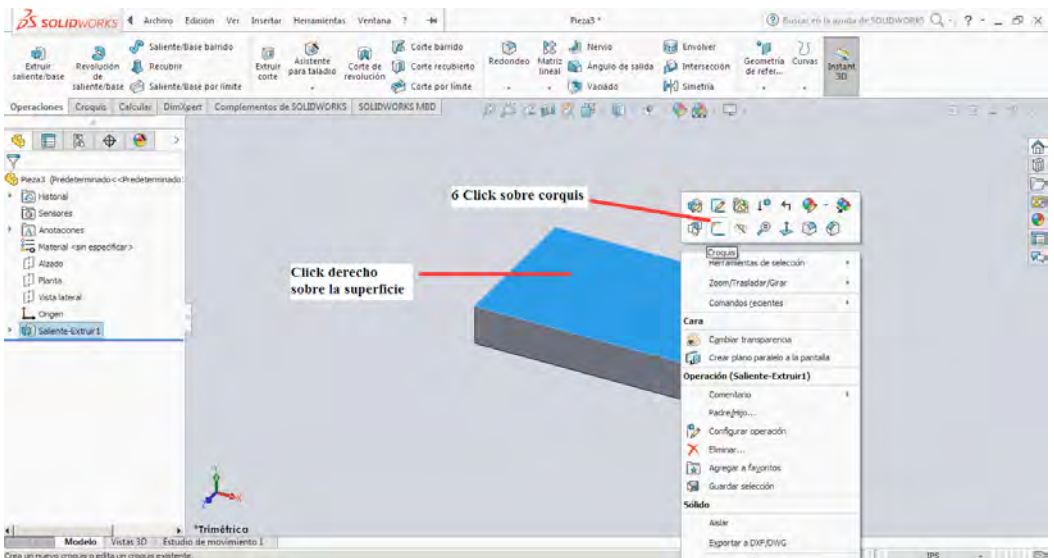

Figura 2-11
6. Con la pieza en 3D obtenida en el paso anterior se selecciona la cara superior dando click derecho sobre ella y seleccionando croquis y se coloca la cara normal a la pantalla de trabajo como se muestra en la figura 2-11